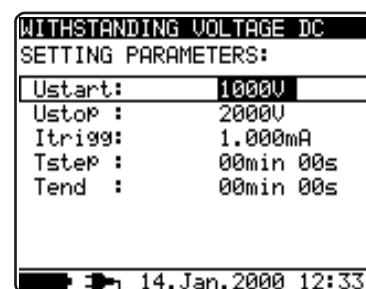

Рис. 19 Меню настройки в функции измерения выдерживаемого напряжения
- Нажмите клавишу **SELECT**, на дисплее появится меню настройки, см. рис. 19